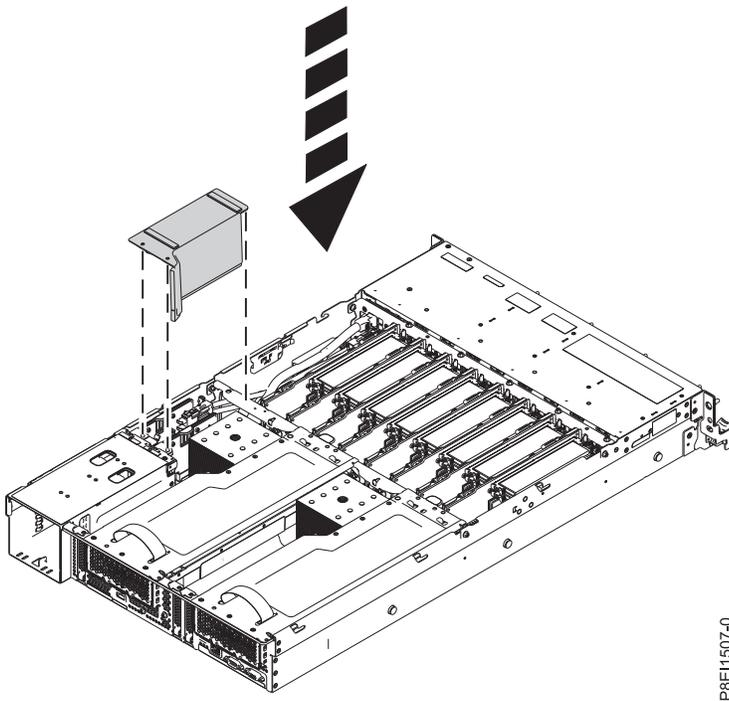

Figure 87. Installation du déflecteur d'air du connecteur de bus d'alimentation
29. Installez le déflecteur d'air du connecteur de bus d'alimentation. Voir figure 87, à la page 88. Assurez-vous que les trous du déflecteur d'air sont alignés sur les broches du système.